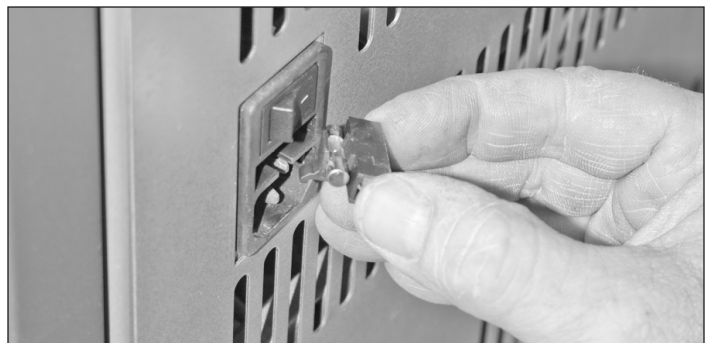

Figure 20b : Interrupteur d'alimentation principal
**REMARQUE : Si le poêle ne semble pas se mettre en marche, contrôler le fusible qui se trouve directement sous l'interrupteur d'alimentation. VOIR FIGURE 20B. Noter qu'il ya un fusible de rechange dans le porte-fusible.**